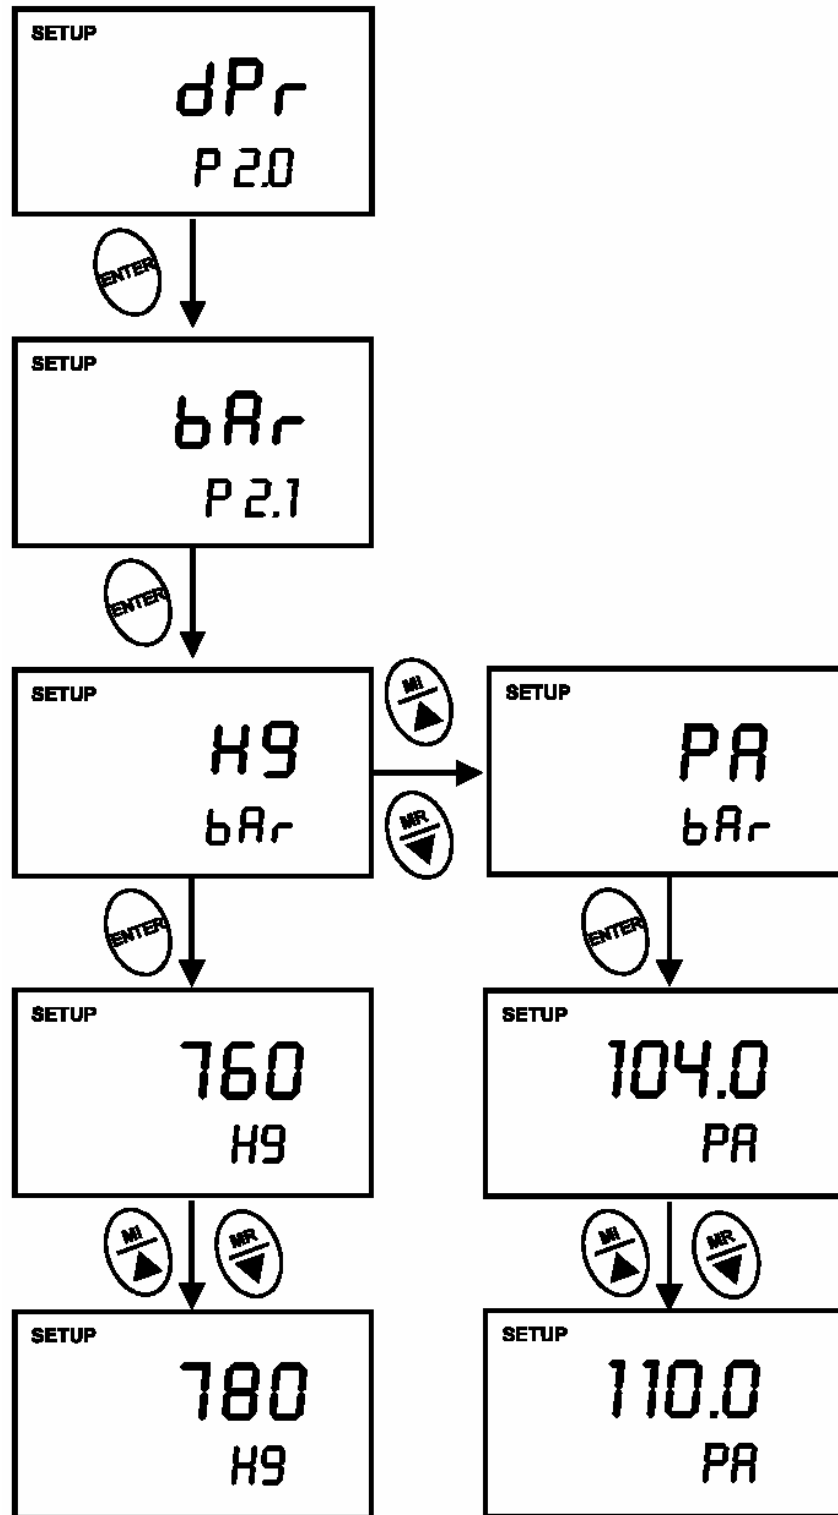

Figure 18 : Changement de l'unité de pression (mm Hg ou kPa) et ajustement de sa valeur
3. Appuyer deux fois sur la touche ENTER (entrée). L'affichage supérieur indique soit Hg soit PA et l'affichage inférieur indique bAr. Voir figure 18 page suivante.